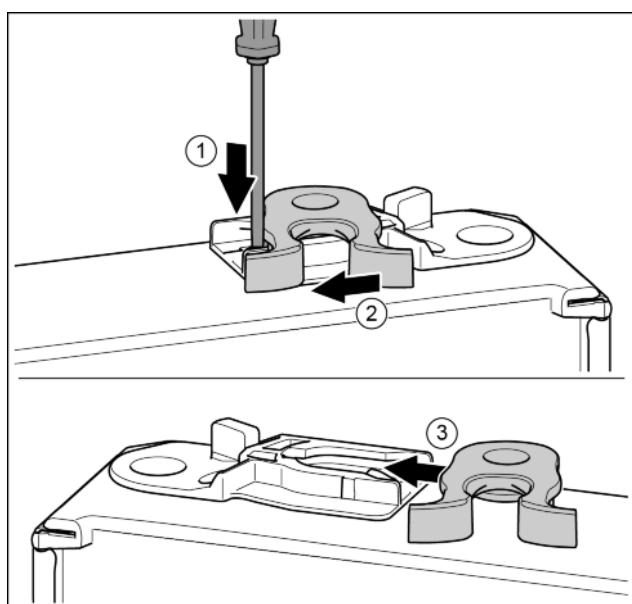

Fig. 18
- Apăsați în jos eclisa cu șurubelnita plată. Fig. 18 (1)
- Trageți cârligul de închidere din ghidaj. Fig. 18 (2)
- Împingeți pe partea opusă cârligul de închidere în ghidaj. Fig. 18 (3)